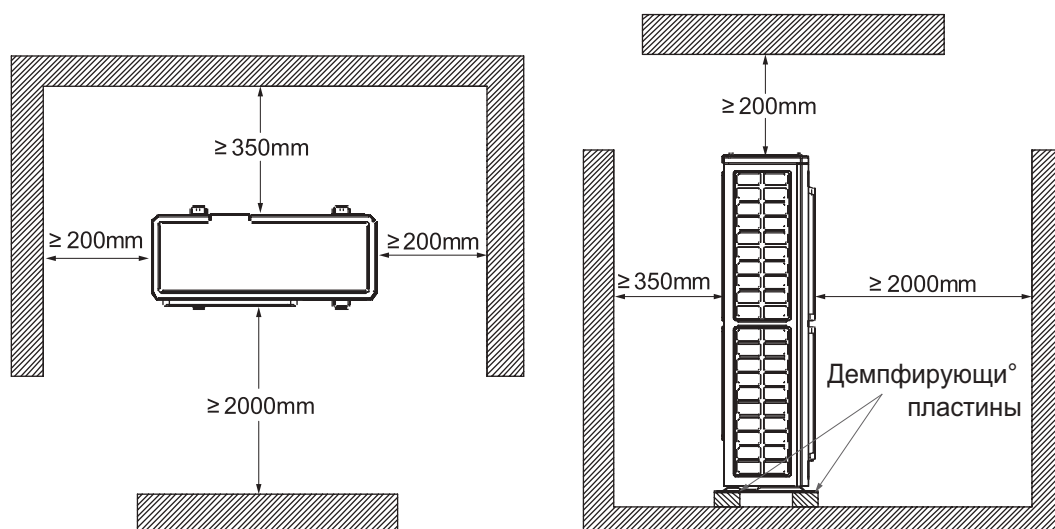

Рис. 11.2.
11.1.5. Требования по размещению наружных блоков MINI (AMV-120WL/A-T, AMV-140WL/A-T, AMV-160WL/A-T, AMV-120WL/A-X, AMV-140WL/A-X, AMV-160WL/A-X) и наружных блоков немодульной компоновки SLIM (AMV-224WL/C-X, AMV-280WL/C-X, AMV-335WL/C-X) согласно рис. 11.2.